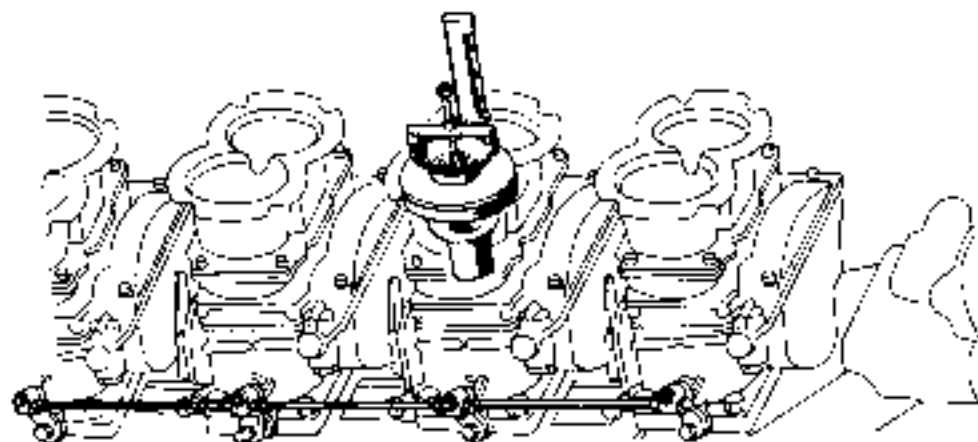

Fig. 27
Allentare tutte le viti di registro d'andatura minimo. Premere l'apparecchio sincronizzatore su un condotto di un carburatore e regolare la ghiera dello strumento affinché il galleggiante oscilli al centro della buretta (fig. 27). Non è indispensabile che sui carburatori siano rimontate le piombette. Cercare di non chiudere completamente la presa aria va schemi del carburatore quando si impiega il sincronizzatore.
- Slacken off all the idling adjustment screws. Press the synchronizing apparatus into a conduit of a carburetor and adjust the ringnut of the instrument so that the float oscillates at the center of the vessel (fig. 27). It is not necessary to replace air inlet on carburetor.